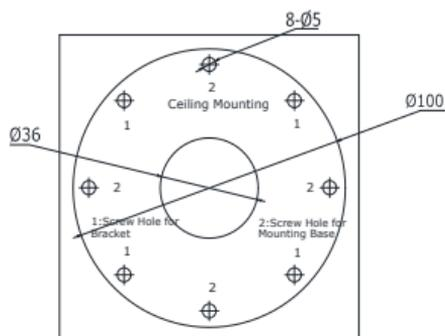

Abbildung 2-5 Bohrlöcher in der Wand / Decke
1. Kleben Sie die Bohrschablone (beiliegend) an die gewünschte Position an der Wand. Bohren Sie die Löcher für die Schrauben anhand der Markierung 2 auf der Schablone in die Wand. Siehe Abbildung 2-5.